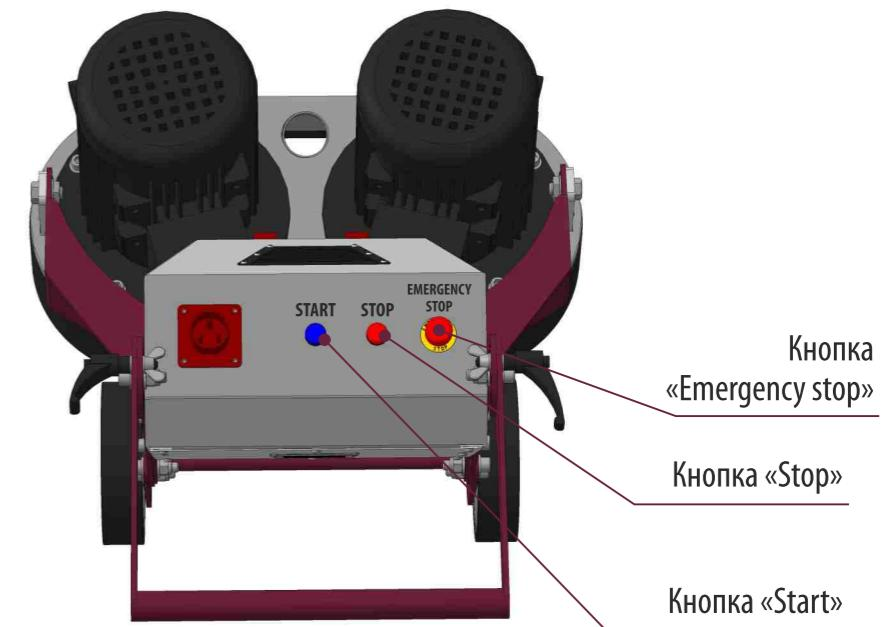

Рис.2 Схема расположения кнопок управления
Схема расположения кнопок управления приведена на рис. 2.
- Кнопка «Emergency stop» с фиксатором (Рис.2) используется только для аварийной остановки машины при возникновении неисправности, наезде на предметы, препятствия или людей . Эта кнопка прерывает подачу питания.